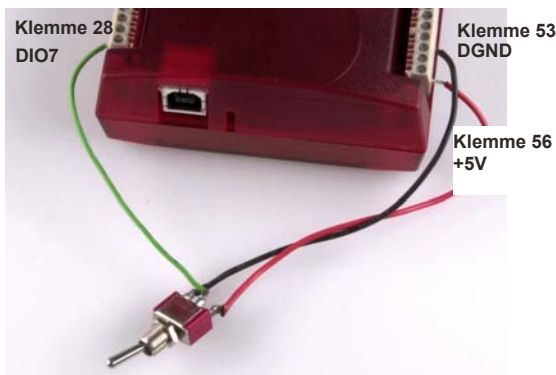
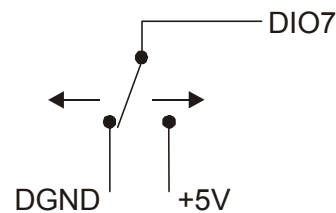

Abb. 3-4. Erkennung eines Schalterstatus durch DIO7
Abb. 3-5. Schematische Darstellung der Statuserkennung durch DIO7
Wenn sie als Eingang konfiguriert sind, kann darüber der Zustand der TTL-Eingänge überwacht werden. In Abbildung 3-4 finden Sie die entsprechende Schaltung und in Abbildung 3-5 eine schematische Darstellung. Wenn Sie den Schalter auf den Eingang +5 V USER legen, liest Anschluss DIO7 *WAHR* (1). Wird der Schalter auf DGND gestellt, liest DIO7 *FALSCH* (0).